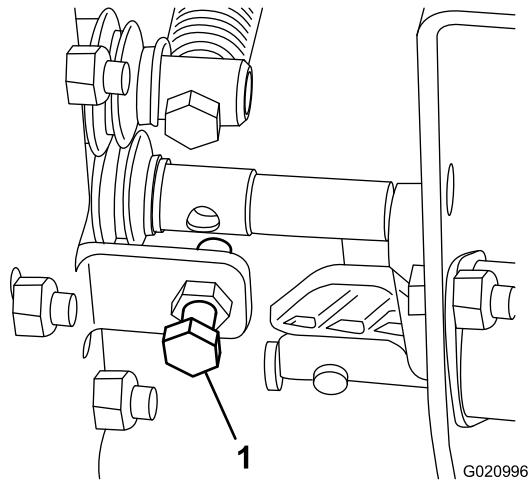

Figure 24
- Si la vitesse de levage de la machine est insuffisante ou excessive, ajustez le boulon comme indiqué à la Figure 24.